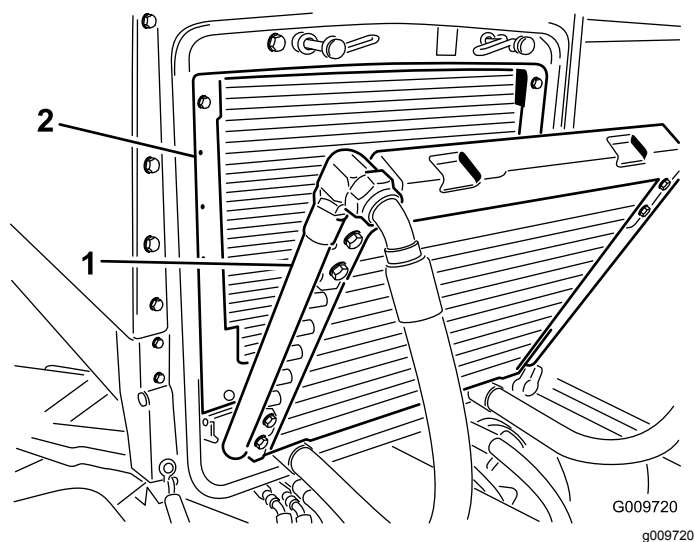

Figura 53
3. Incline o refrigerador de óleo para trás. Limpe ambos os lados do refrigerador de óleo e a zona do radiador (Figura 53) com ar comprimido. Comece a partir da parte frontal e sopre os detritos para fora na direção da parte posterior. Depois, limpe a partir da parte posterior e sopre na direção da parte frontal. Repita o procedimento várias vezes até remover toda a sujidade e detritos.